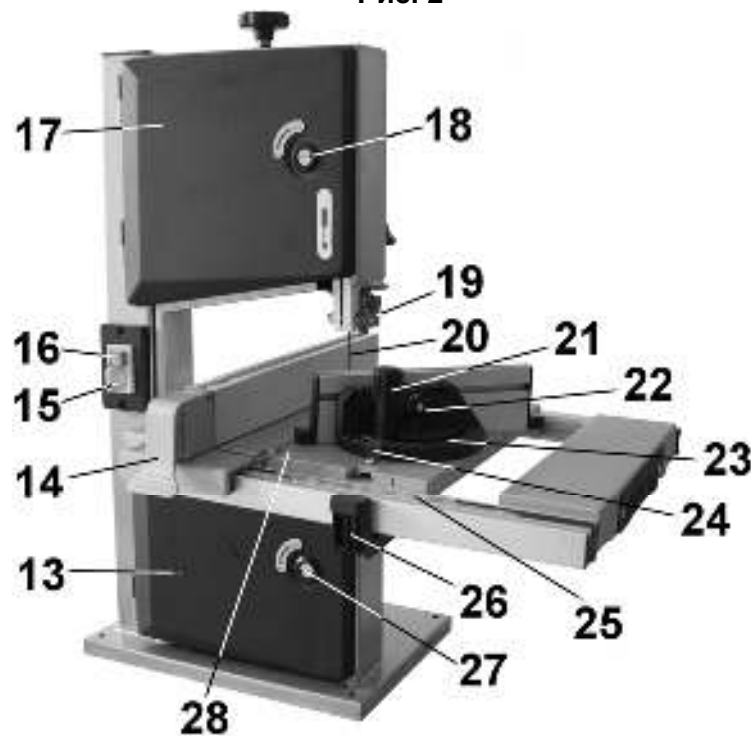

Рис. 3
10.2.1. Ручку фиксации удлинителя стола (26) переведите в верхнее положение, Рис.3.
10.2.3. Перемещением ручки (26) вниз зафиксируйте выбранное положение удлинителя стола (5), Рис.3.
11.1.1. В связи с выполнением ряда работ возникает периодическая необходимость установки рабочего стола (28) под прямым углом к пильной ленте (20), Рис.3. На данной пиле предусмотрено такое фиксированное положение.
11.4.3. Поверните винты замков (18; 27) против часовой стрелки, откройте верхний и нижний кожухи (13 и 17), Рис.3; 9.